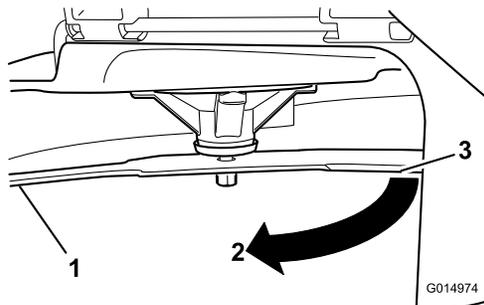

Figura 63
3. Seconda distanza misurata tra la lama e la superficie (B)
4. Ruotate la stessa lama di 180 gradi in modo che il tagliante opposto si trovi ora nella stessa posizione (**Figura 63**).